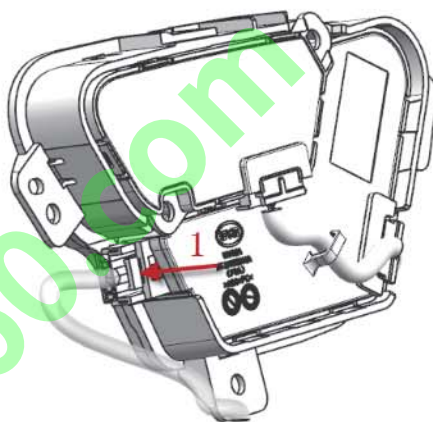

图8-1-9 座椅调节开关接插件拆卸示意图
b. 拆卸座椅调节开关接插件: 如图 8-1-9, 用力沿箭头 1 方向压住卡脚, 再拔出线束插头。